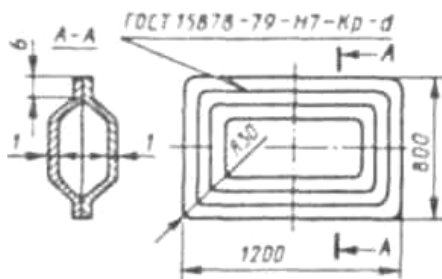

Рис. 41
2. Разработайте процесс сварки бензобака (рис. 41) из стали марки Ст3. Производство массовое. Укажите подготовку заготовок под сварку. По толщине свариваемых заготовок выберите тип машины и укажите ее технические данные. Рассчитайте площадь контактной поверхности электрода (для случая отсутствия крашения ролика). По значениям j (А/мм²) и p (мН/мм²) определите сварочный ток и усилие, приложенное на роликах, время сварки изделия. Укажите возможные дефекты и причины их возникновения.